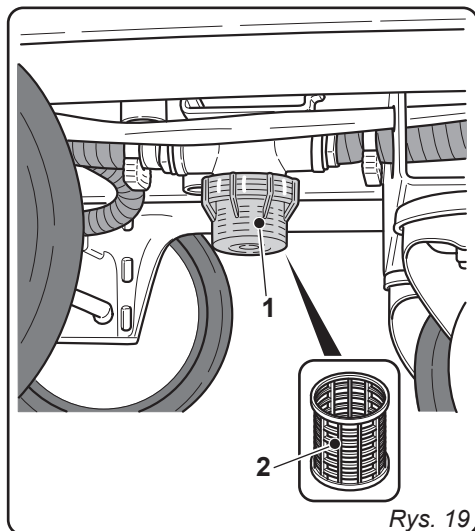

Rys. 18
- Ściągnąć pokrywę (1).
- Podnieść zbiornik (2).
- Pozostawić obniżony wąż (3) i wyciągnięty korek, przy pomocy węża, wlewać bieżącą wodę do zbiornika (2), czyszcząc go, aż do momentu, w którym z węża spustowego wypływać będzie czysta woda.
- Włożyć rękę do środka zbiornika i wyczyścić wilgotną szmatką sondy poziomu (4) uważając, aby je nie odkształcić.
- Odkręcić śrubę imbusową (5) i ściągnąć pokrywę filtra (6).
- Wyciągnąć i wyczyścić filtr (7) odsysania usuwając ewentualne fragmenty papieru, drewna, itp.... które go zatykają.
10.1.c - Czyszczenie ssawy (Rys. 18)